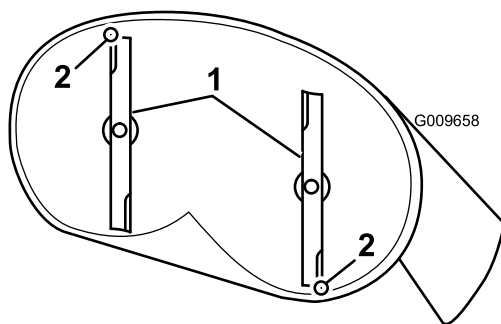
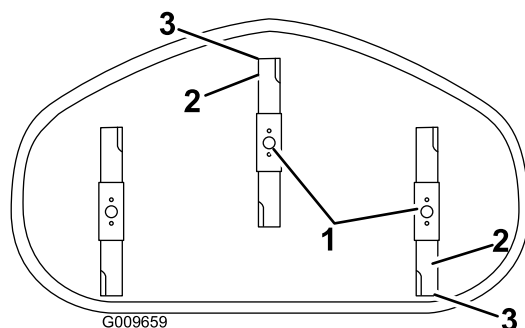

Figure 60
Figure 61
4. Faites pivoter les lames avec précaution pour faire passer les pointes avant à l'arrière (Figure 60 et Figure 61).
5. Mesurez la distance entre la pointe de la lame avant et la pointe de la lame arrière par rapport à la surface plane (Figure 60 et Figure 61). Si la pointe avant de la lame n'est pas de 1,6 à 7,9 mm (1/16 à 5/16 po) plus basse que la pointe arrière, réglez le contre-écrou avant.
8. Une fois le réglage effectué, vérifiez à nouveau l'inclinaison avant/arrière des lames. Poursuivez le réglage de l'écrou jusqu'à ce que la pointe avant de lame soit de 1,6 à 7,9 mm (1/16 à 5/16 po) plus bas que la pointe arrière (Figure 60 et Figure 61).